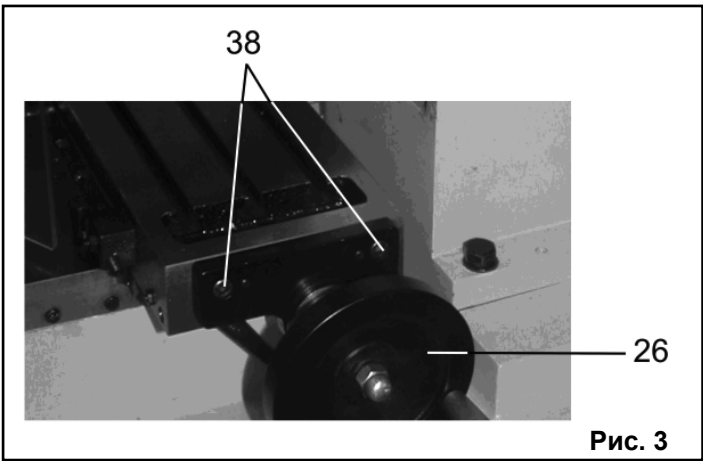

Рис. 3
Более быструю продольную подачу рабочего стола (10) обеспечивает вращение маховика (8), Рис. 2а. Она обеспечивается механизмом «зубчатое колесо – рейка». Для снятия маховика (26), Рис. 2а, со станка необходимо выкрутить два винта (38), Рис. 3.
Для установки маховика (26) необходимо затянуть два винта (38), Рис. 3.